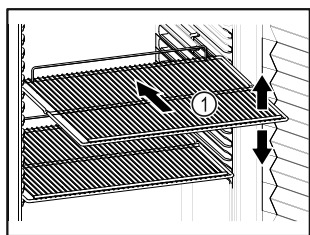

Fig. 63 Voorbeeld
- Indien de legroosters Fig. 63 (1) verplaatsbaar zijn, deze aan de hoogte aanpassen.